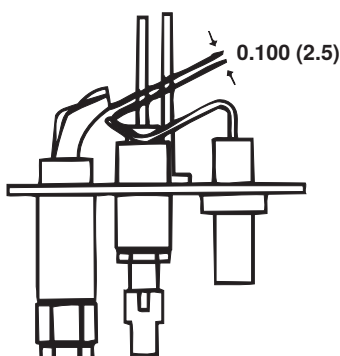

Figure 36. Éclateur à étincelle de veilleuse
4. Vérifiez l'éclateur à étincelle (voir Figure 36), qui doit être maintenu à 0.100 pouce (2.5 mm).
- c. Assurez-vous que l'éclateur à étincelle (voir Figure 36) est d'environ 0.100 pouce (2.5 mm).